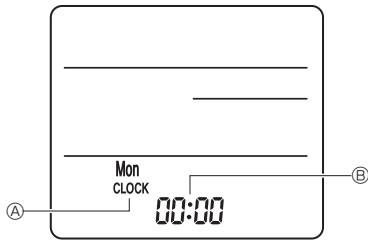

Fig. 7-10
3) Definição [Definição Clock (Relógio)] (Fig. 7-10)